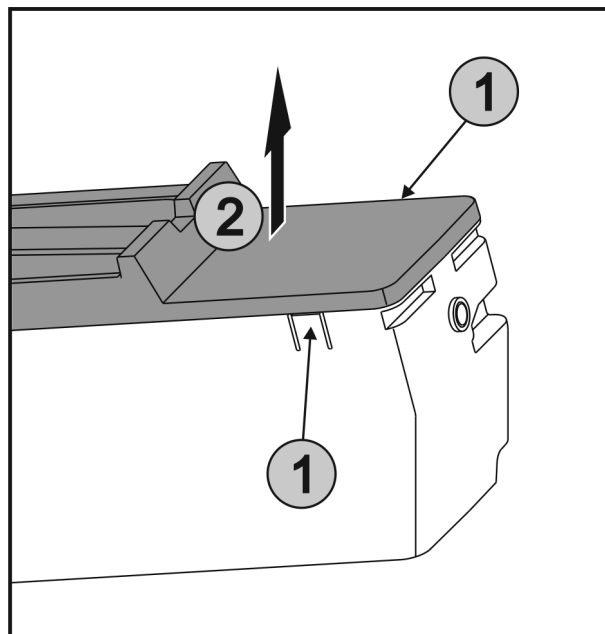

Fig. 43
- ▶ Stlačte západky Fig. 43 (1) na obou stranách EasyTwist-Ice současně a sejměte kryt Fig. 43 (2) směrem nahoru.